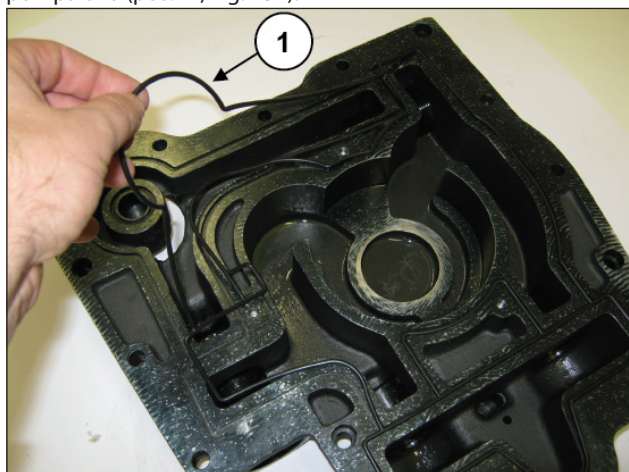

Fig. 151
Inserire la guarnizione O-ring sagomata nella sede corpo pompa olio (pos. ①, Fig. 151).